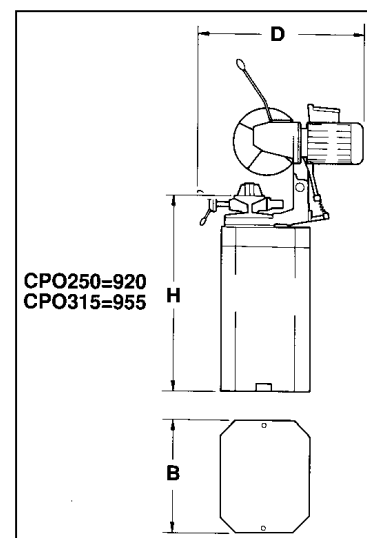

Fig 2.01
2.2 Overzicht en maatschets (zie fig. 2.01)